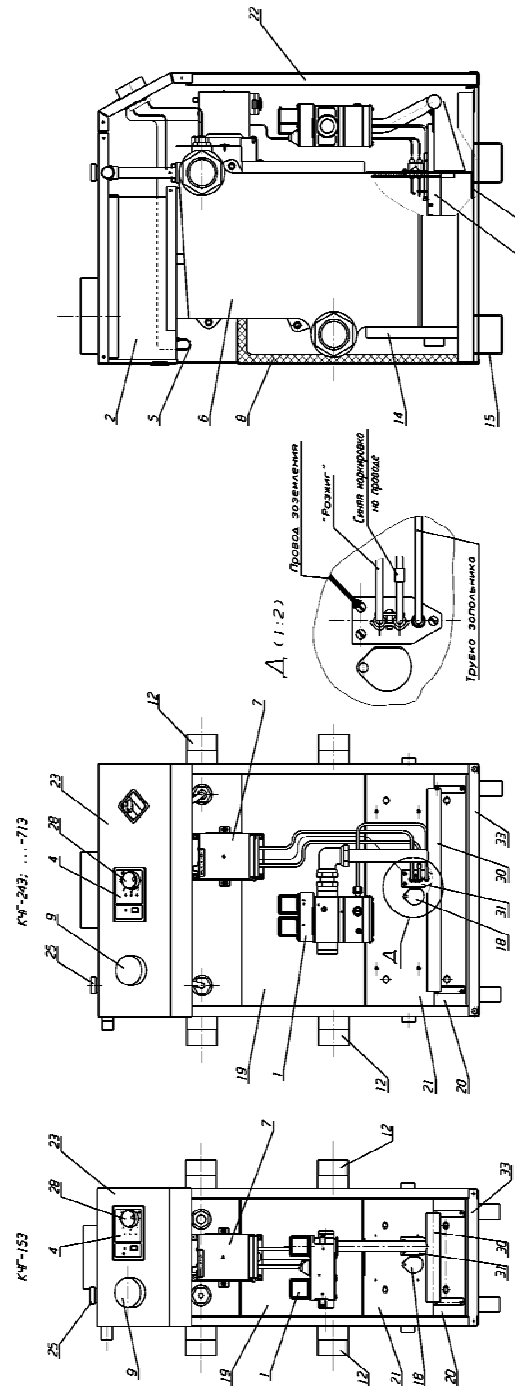

Рис. 2 Устройство котла
Котел (см. рис.2) представляет собой блочную сборную конструкцию прямоугольной формы, закрытую декоративными тонколистовыми панелями с теплоизоляцией (8), внутри которой располагаются:
- дымосборный коллектор (2) с датчиком тяги (5);
- чугунный теплообменник (6);
- электроуправляемая газовая автоматика регулирования и безопасности (1).
6.2 Топка с боков ограничена водоохлаждаемыми секциями теплообменника. Спереди и сзади топка облицованной огнестойкой теплоизоляцией, снизу на основании (33) расположены четыре опоры (15), сверху на основании размещена распределительная решётка (39) с пазами. Основные горелки (38) атмосферного типа устанавливаются пазами вверх. На передней панели закреплен блок запальника (31) с датчиком ионизационного контроля пламени и электродом розжига. На фронтальной панели ГГУ крепится коллектор основных горелок (30) с соплами. На фронтальной панели ГГУ имеется смотровое окно (18) для наблюдения за работой запальной и основной горелок.